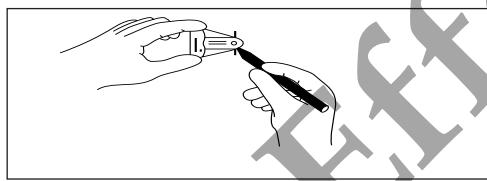

FIGURE 8
- Lorsque l'aimant du MAGNA-FINDER™ est perpendiculaire à la base du MAGNA-FINDER™, marquer le tissu avec un marqueur chirurgical aux deux encoches situées sur la base du MAGNA-FINDER™. La ligne entre ces deux marques indique l'emplacement sur un axe, comme le montre la Figure 8. Le MAGNA-SITE™ se trouve sur un point situé sur cette ligne.